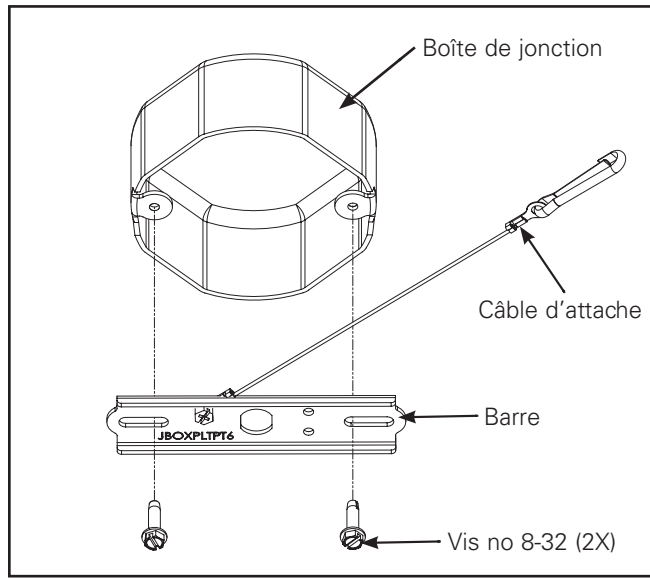
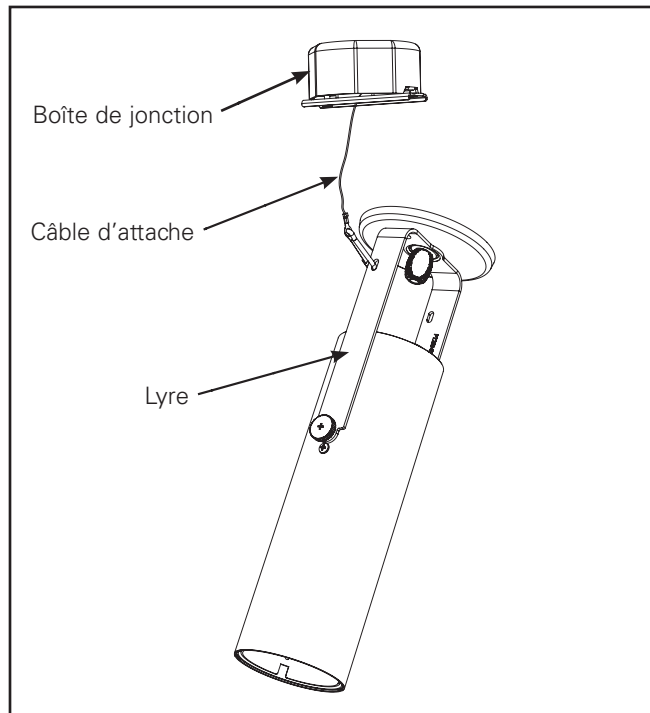

Figure 1
Figure 2
1. Connectez la barre de soutien à la boîte de jonction (fournie par d'autres) avec 2 vis no 8-32. (Figure 1) Une attache est fournie pour suspendre le cylindre à la barre pendant le raccordement des fils (Figure 1) L'attache se fixe au bras de la lyre avec une pince à ressort dans l'un des deux emplacements illustrés à la Figure 2.